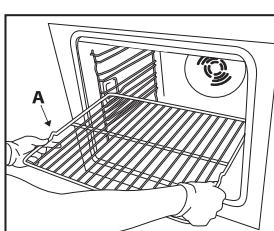

Fig.1
1. Sett risten vannrett inn, slik at den opphøyde delen «A» peker opp (fig.1).